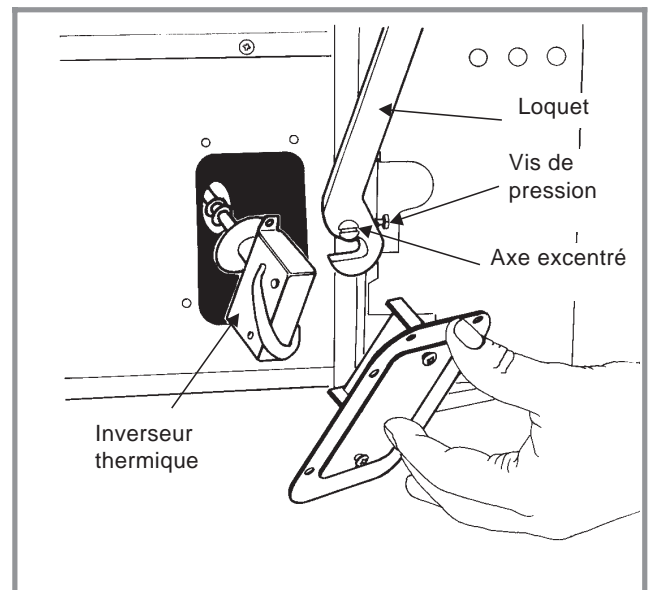

Fig. 17 - Accès à l'inverseur thermique
- Verrouiller le brûleur sur le corps de chauffe et vérifier l'étanchéité du joint ; parfaire l'étanchéité en agissant sur l'axe excentré des loquets de verrouillage (fig. 17).